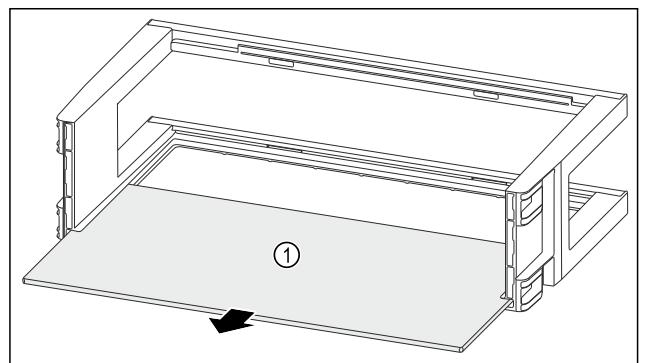

Fig. 139
- Rimuovere il ripiano Fig. 139 (1).